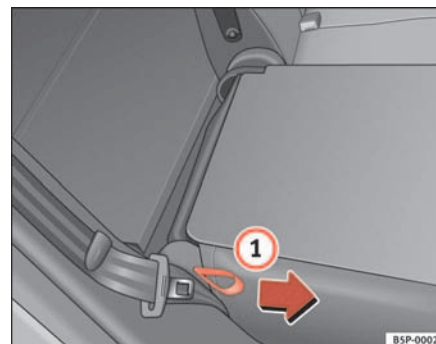

Fig. 98 Ribaltamento in avanti o all'indietro dello schienale del sedile posteriore
- Tirare in direzione della freccia la maniglia flessibile che si trova su un lato del sedile ⇒ fig. 98 ① e fissare lo schienale.